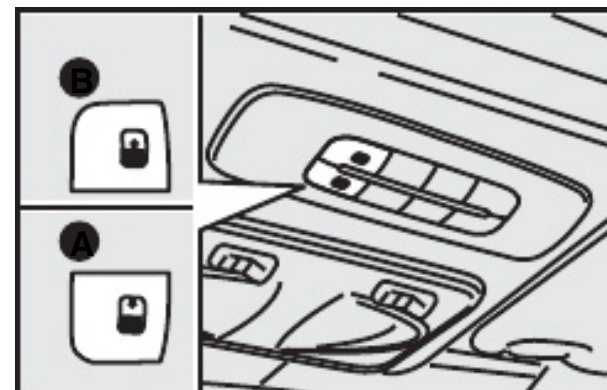

fig. 83
O funcionamento do teto solar apenas ocorre com a chave de ignição na posição **MAR**. Os comandos **A** e **B-fig. 83** próximos da luz interna dianteira comandam as funções de abertura/fechamento do teto solar.
Pressionar o botão **B-fig. 83** e mantê-lo pressionado, o painel de vidro do teto solar ficará na posição “spoiler”. Pressionar novamente o botão **B-fig. 83** e, agindo no comando por mais de meio segundo, se inicia o movimento do vidro do teto, que prossegue automaticamente até o fim de curso. O vidro do teto pode ser bloqueado numa posição intermediária agindo novamente no botão.
A partir da posição de abertura completa, pressionar o botão **A-fig. 83** e, atuando no botão por mais de meio segundo, o vidro dianteiro do teto ficará automaticamente na posição “spoiler”. Pressionar novamente o botão **A-fig. 83**
- pressionar o botão **A-fig. 83** para fazer com que o teto, a impulsos, se feche totalmente;